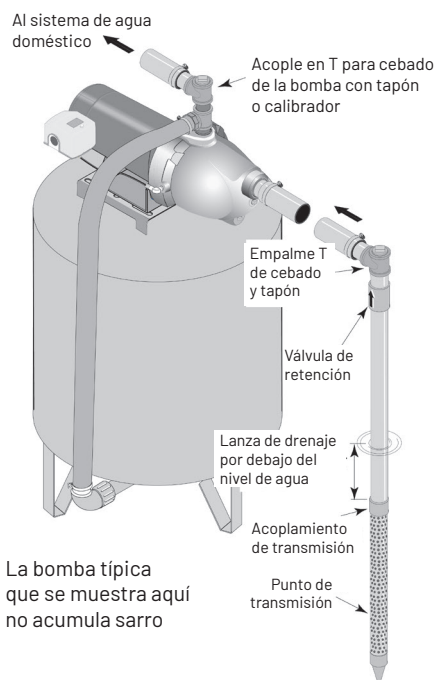

Figura 1: Instalación de lanza de drenaje
3. Use la menor cantidad posible de conexiones, especialmente codos, cuando conecte la tubería desde la lanza al puerto de succión de la bomba. La tubería de succión debe ser al menos tan grande como el puerto de succión de la bomba. Incluya una válvula de retención si su bomba no la tiene (Figura 1).